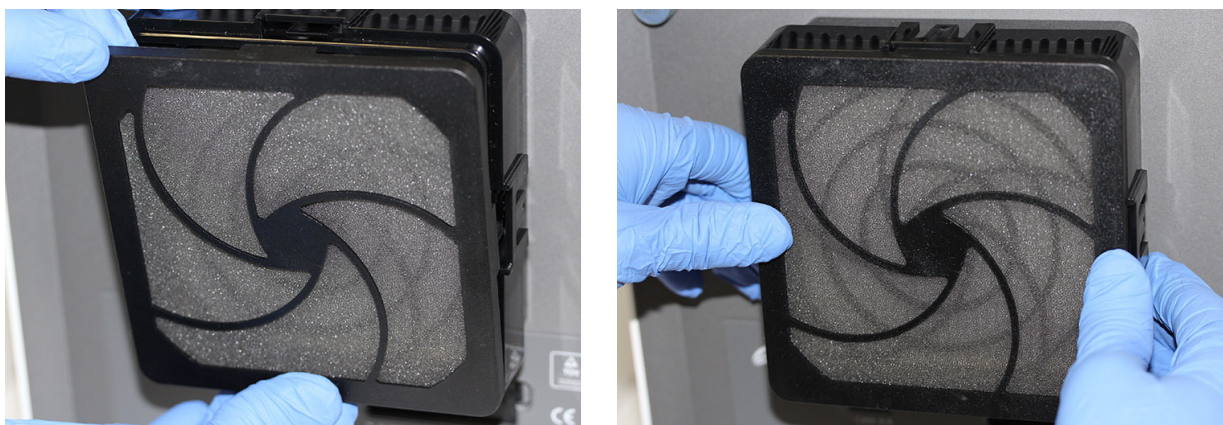

Figura 9-31. Înlocuirea prefiltrului și a dispozitivului de fixare a prefiltrului
4. Așezați împreună dispozitivul de fixare a prefiltrului asamblat și prefiltrul deasupra dispozitivului de fixare a filtrului HE cu degetele în părțile laterale, sus și jos, astfel încât acesta să se fixeze bine. Consultați Figura 9-31.